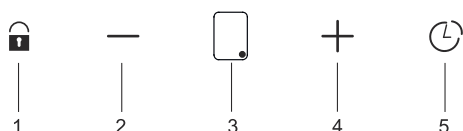

Fig. 17: Betjeningspanel
2. ➔ Du kan øge motorhastigheden ved at klikke på knappen (Fig. 17/4).
3. ➔ Du kan reducere motorhastigheden ved at klikke på knappen (Fig. 17/2).